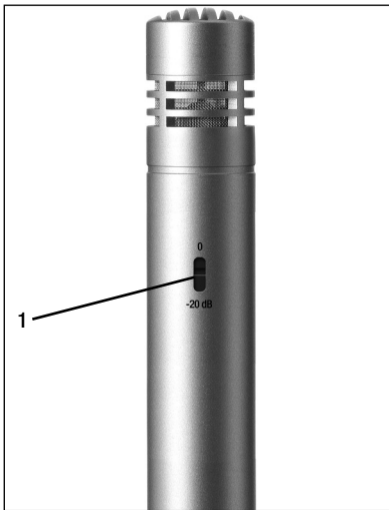

Fig. 1 : Commutateur de pré-atténuation (1) au dos du PERCEPTION 170.
- **Pré-atténuateur de sensibilité commutable** : Le commutateur de pré-atténuation (1) au dos du microphone (voir fig. 1) permet d'augmenter de 20 dB la marge avant saturation pour un enregistrement de proximité exempt de distorsions. Le pré-atténuateur de sensibilité permet d'éviter que le niveau de sortie du microphone n'occasionne, en particulier à basses fréquences, une surcharge des transformateurs miniatures fréquemment utilisés sur les étages d'entrée des tables de mixage, etc.